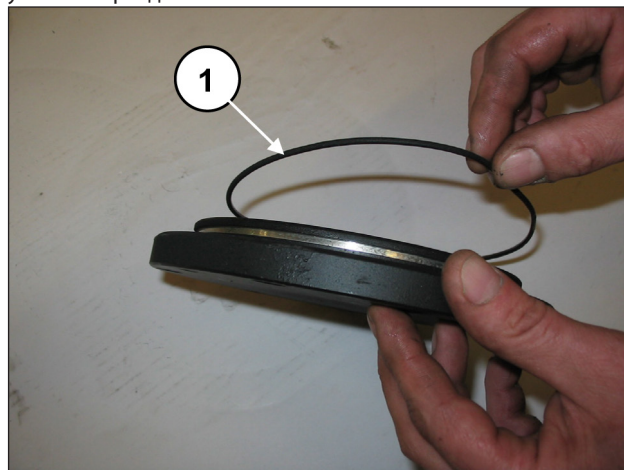
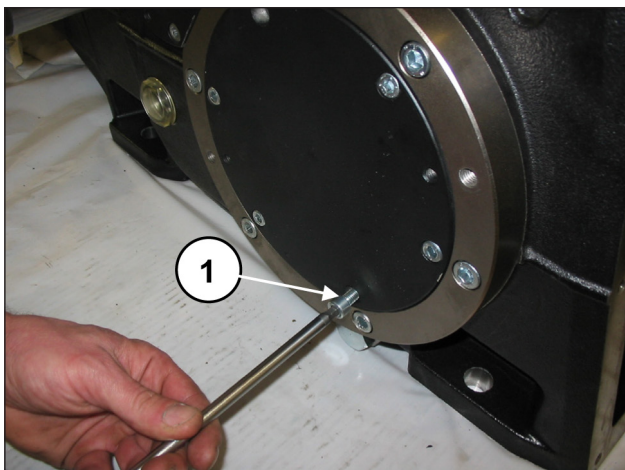

Рис. 90
Рис. 91
Уберите из-под стержня центрального шатуна подставку, не допускающую вращение. Установите обе крышки подшипника (с соответствующими уплотнительными кольцами круглого сечения) (поз. ①, Рис. 90) с помощью 6+6 винтов M8x20 (поз. ①, Рис. 91). Откалибруйте винты динамометрическим ключом, как указано в разделе 3.